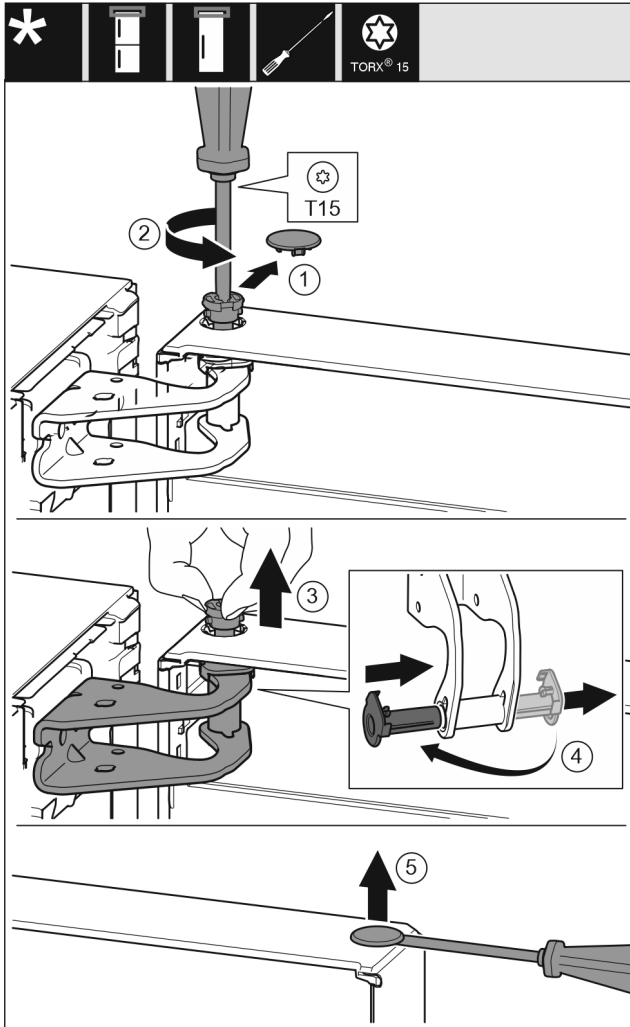

Fig. 7
- Sicherungsabdeckung vorsichtig abziehen. Fig. 7 (1)
- Bolzen mit Schraubendreher T15 ein Stück herausdrehen. Fig. 7 (2)
- Tür festhalten und Bolzen mit den Fingern herausziehen. Fig. 7 (3)
- Lagerbuchse aus Führung ziehen. Von der anderen Seite einsetzen und einrasten. Fig. 7 (4)
- Stopfen aus der Türlagerbuchse vorsichtig mit einem Schlitzschraubendreher anheben und herausziehen. Fig. 7 (5)